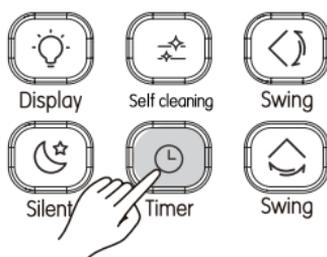

Рисунок 3.17
- ① Нажмите кнопку  (см. Рисунок 3.17), на пульте ДУ отобразится значок таймера выключения, а в поле таймера появится «0.0H». Установите время выключения по таймеру.
- ② Нажмите  для регулировки настроек таймера.
- ③ После завершения регулировки таймера информация подается на внутренний блок.
- 1) Нажмите кнопку  (см. Рисунок 3.17), на пульте ДУ отобразится значок таймера включения, а в поле таймера появится «0.0Н». Установите время включения по таймеру.